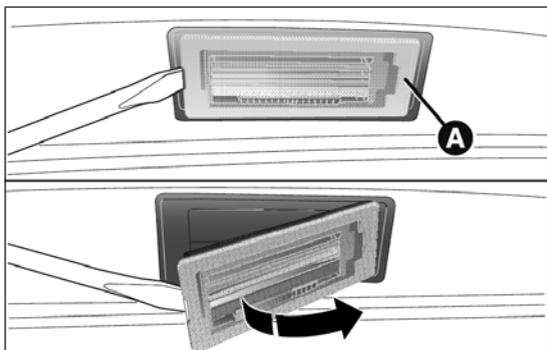

fig. 185
- enlever le transparent A fig. 185 ;
- puis remettre le transparent A fig. 185.